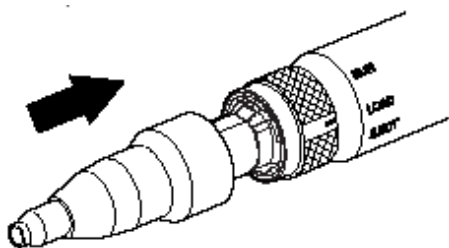

Figura 2 - Instalando o mandril
3. Puxar gentilmente o mandril para garantir que está assentado corretamente. (figura 2).